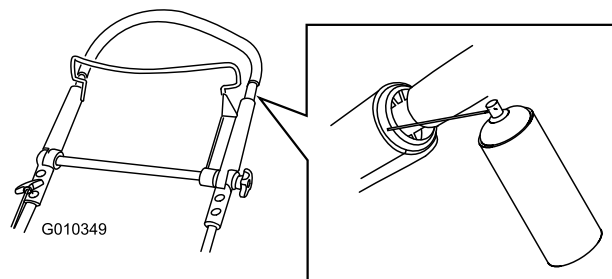

図 43
1. ハンドルの内側にあるプラスチックの端部にもスプレーする図 43。